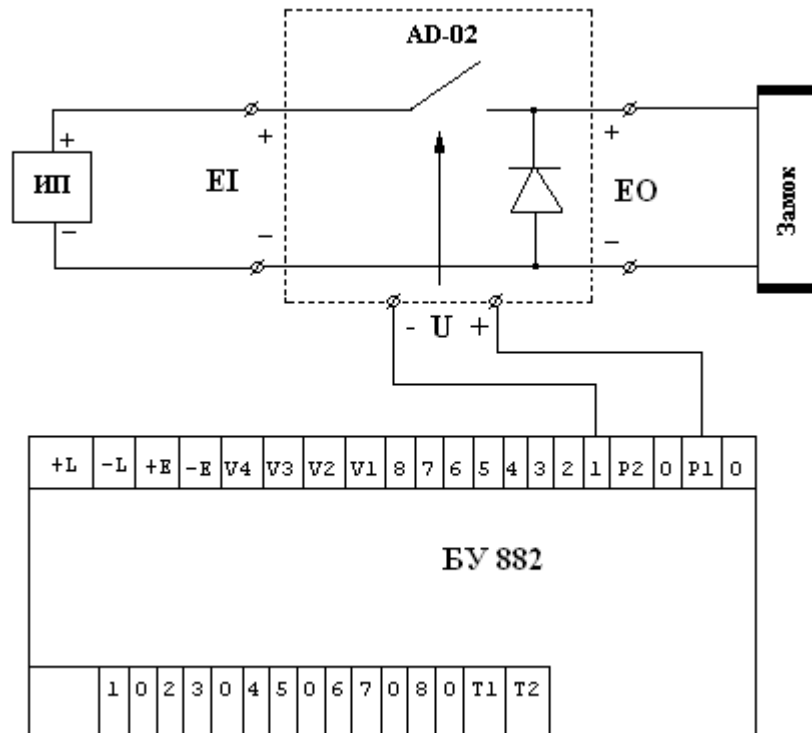

Рис. 3.2. Подключение адаптера к БУ882.
3.2. Положительные входы управления ключа подключаются либо к внутреннему источнику напряжения +12 В в блоках уплотнения (например, P1 или P2 в БУ882, см. рис.3.2), либо к положительному выводу шлейфа пожарной сигнализации в БУ800F (рис.3.3). Отрицательные входы управления подключаются либо к выходам «открытый коллектор» в блоках уплотнения (например, выходы с 1 по 8 в БУ882), либо к отрицательному выводу шлейфа пожарной сигнализации в БУ800F. В шлейф пожарной сигнализации допускается включать только одно реле адаптера. В этом случае шлейф служит исключительно для подачи сигналов управления.